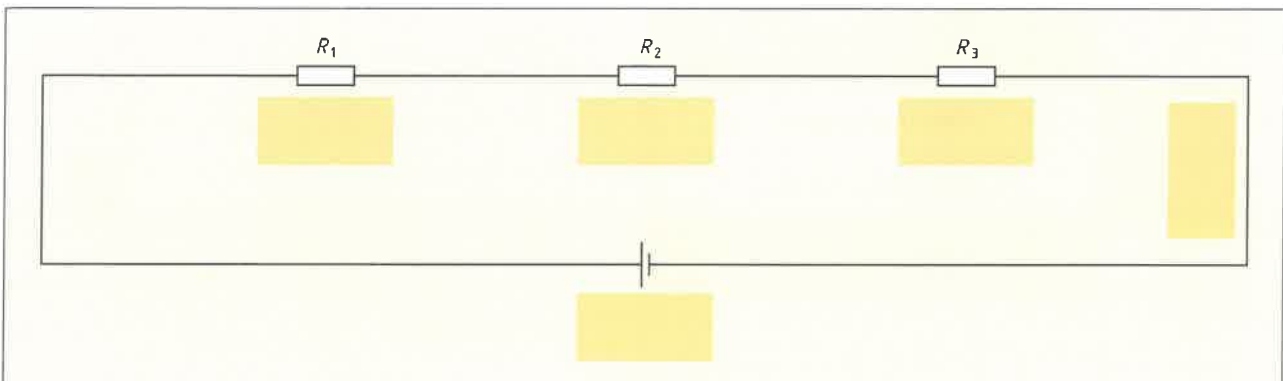

Bild 2: Reihenschaltung von Widerständen
2. Tragen Sie in die Reihenschaltung (**Bild 2**) die Teilspannungen U_1 an R_1 , U_2 an R_2 und U_3 an R_3 , die Gesamtspannung U und den Strom I mit den dazugehörigen Bezugs Pfeilen ein.
3. Ergänzen Sie die Gesetzmäßigkeiten der Reihenschaltung **Bild 2 a)** als Formel und **b)** mit Worten.